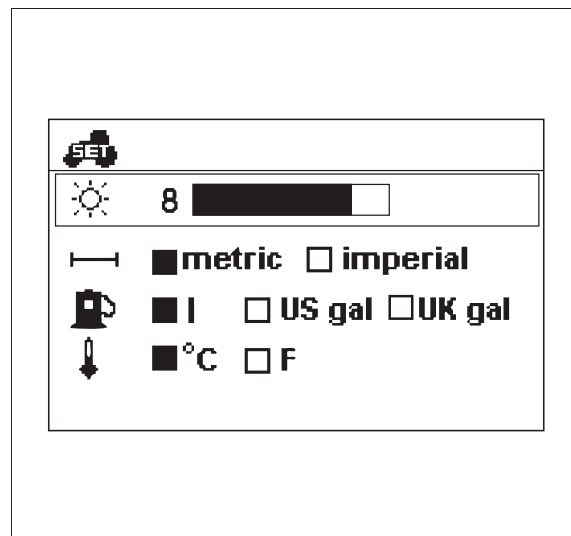

Fig. 33.
2. Seleccione el ajuste de contraste de la pantalla con las teclas de flecha hacia arriba y hacia abajo fig. 33.